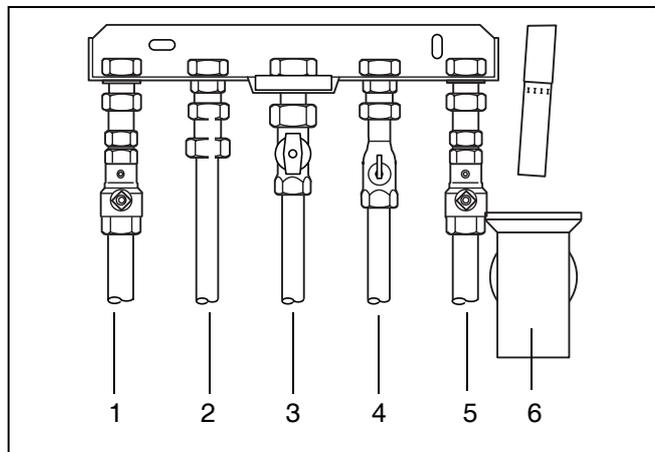
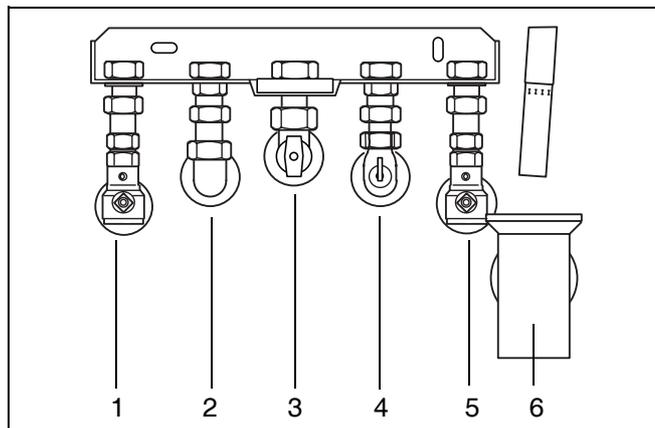

Fig. 4 Collegamenti tubazioni soprainfonaco
Fig. 5 Collegamenti tubazioni sottointonaco
- Eseguire il collegamento del gas secondo le prescrizioni locali; Installare nella condotta del gas un rubinetto con avvvitamento (accessorio). Collegare il tubo del gas senza provocare tensioni meccaniche (fig. 4 e fig. 5).
- Collegare i tubi senza provocare tensioni meccaniche (fig. 4 e fig. 5).